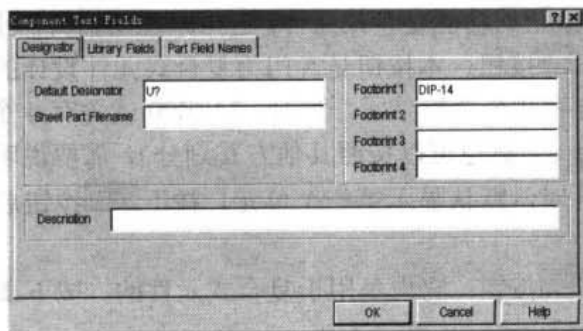

图 5-8 Component Text Fields（元件文字描述）对话框
- **Description 按钮：**本按钮的功能是编辑组内选择元件的描述。本按钮与菜单命令 Tools|Description 的功能相同。选中准备编辑的元件并用鼠标左键单击此按钮后，将出现如图 5-8 所示的 Component Text Fields（元件文字描述）对话框。
**Designator 选项卡:** 如图 5-8 所示, 本选项卡的作用是编辑元件的一般属性, 如默认编号、功能说明、封装形式等。